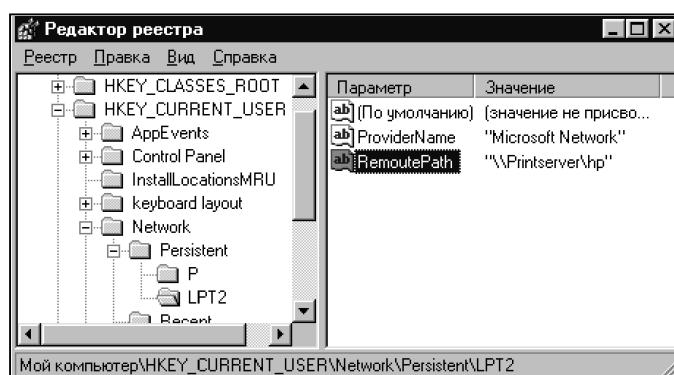

рис. 2
3. Если Windows 9x отказывается удалять сетевой порт, выведя сообщение об ошибке, то для его освобождения можно воспользоваться Редактором реестра. Откройте реестр, как показано на **рис.2** (запустите файл REGEDIT.EXE). В данном примере локальный порт LPT2 используется для подключения к недоступному сетевому порту. Удалите раздел LPT2, чтобы разорвать соединение с сетевым портом. Редактирование реестра – более рискованная операция, чем использование диалогового окна Освобождение порта, но и более гибкая.